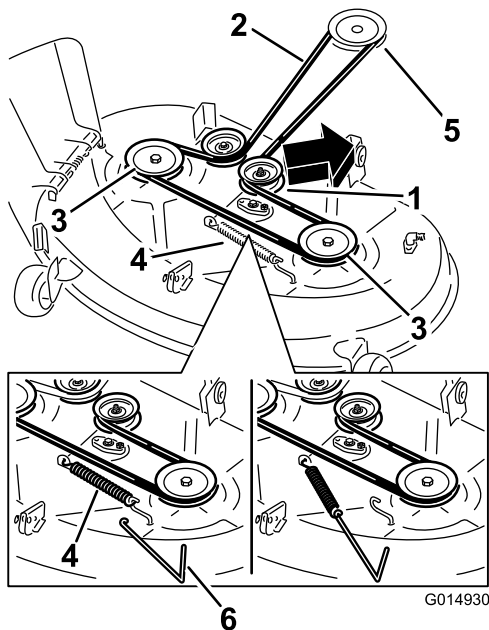
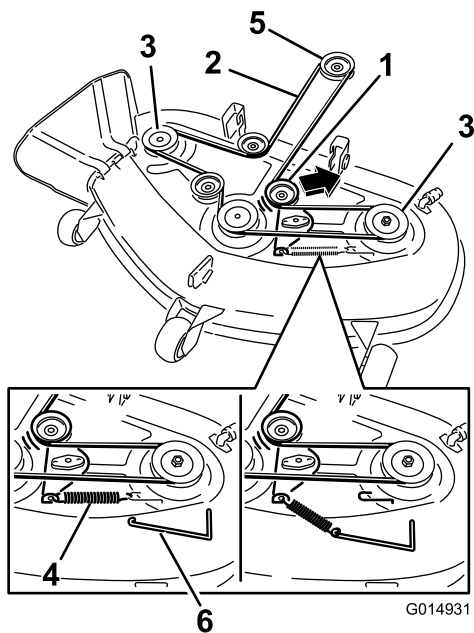

Figura 65
Figura 66
4. Usando una herramienta para la retirada de muelles (Pieza Toro N° 92-5771), retire el muelle tensor del gancho de la carcasa para eliminar la tensión de la polea tensora, y retire la correa de las poleas (Figura 65 y Figura 66).
- Usando una herramienta para la retirada de muelles (Pieza Toro N° 92-5771), instale el muelle tensor sobre el gancho de la carcasa y tense la polea tensora y la correa (Figura 65 y Figura 66).
- Pase la correa nueva alrededor de las poleas del motor y del cortacésped (Figura 66).